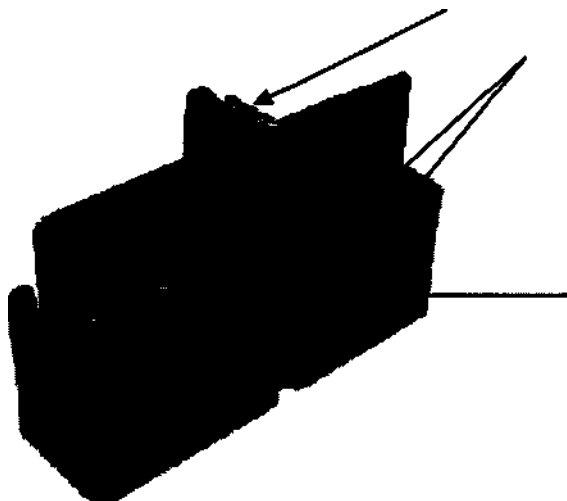

Рисунок 11: Штатив для образцов
- Если идентификация образцов происходит в автоматическом режиме, разместите пробирки непосредственно в соответствующем штативе, чтобы штриховые коды располагались лицом к идентификационному окошку (ссылка (2), рисунок 11).